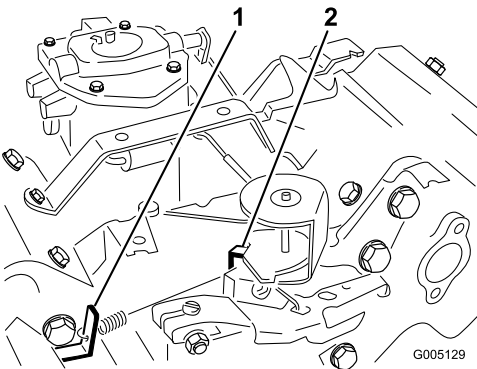

Figure 36
3. Courbez la languette d'ancrage du ressort de ralenti réglé (Figure 36) pour obtenir un régime de ralenti de 1625 ± 100 tr/min. Vérifiez le régime avec un compte-tours.
5. Réglez la manette d'accélérateur en position Haut régime. Pliez la languette d'ancrage du ressort de haut régime (Figure 36) pour obtenir un régime maximum de marche à vide de 2850 ± 50 tr/min.